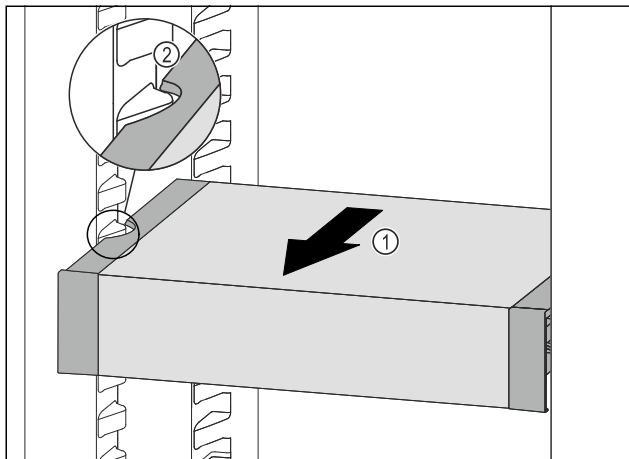

Fig. 78
- ▶ Изтеглете VarioSafe напред Fig. 78 (1), докато страничните прорези на VarioSafe се намират на височината на реброто на съда в хладилната част. Fig. 78 (2)